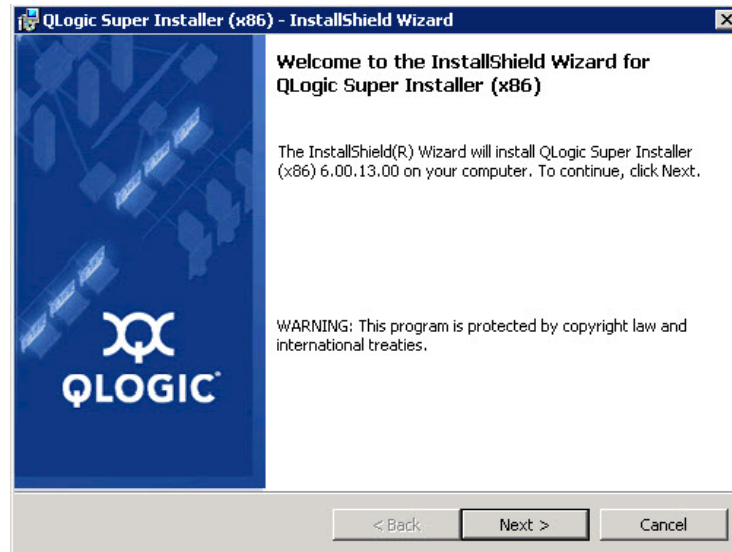

Figura 2-2. Janela QLogic InstallShield Wizard: Welcome (Assistente do InstallShield da QLogic: Bem-vindo)
3. Na janela QLogic Super Installer—InstallShield® Wizard's Welcome (QLogic Super Installer — Bem-vindo ao Assistente do InstallShield®) (Figura 2-2), clique em **Next** (Avançar).